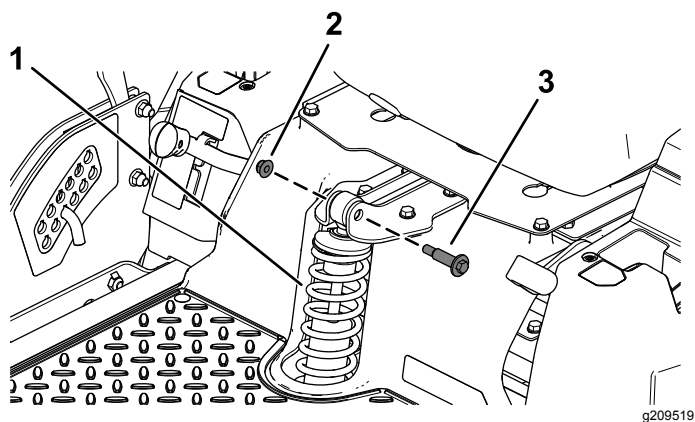

Figura 2
2. Remova os dois parafusos com olhal e duas porcas flangeadas ($\frac{3}{8}$ pol.) que prendem a mola frontal existente (Figura 2).
3. Remova a mola frontal existente (Figura 2).
Instale a nova mola frontal utilizando os dois parafusos com olhal e duas porcas flangeadas ($\frac{3}{8}$ pol.) previamente removidos, como se mostra na Figura 2.